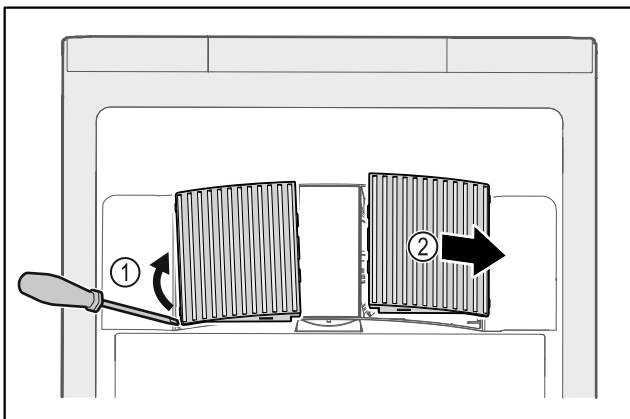

Fig. 200
- ▶ Lirk ut ventilatordekslene fra siden Fig. 200 (1), og ta dem ut forover Fig. 200 (2).